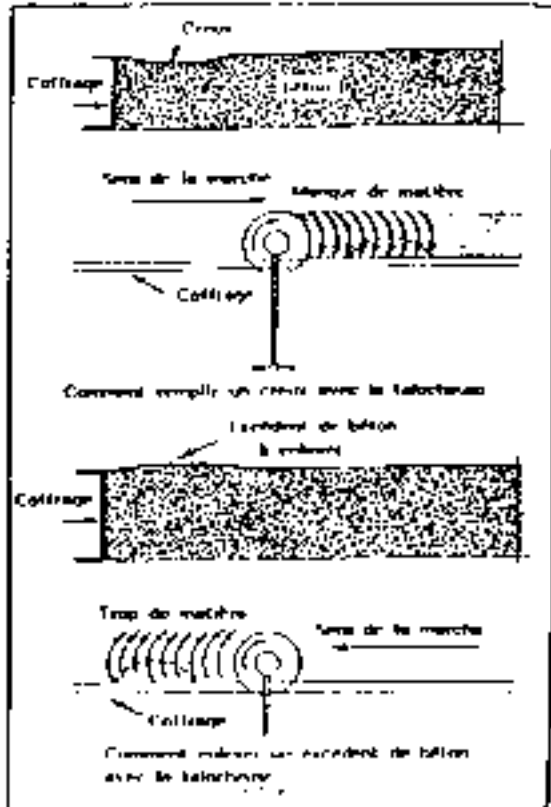

Fig. 7
- Des défauts à la surface également obliger l'opérateur à procéder différemment. Les creux et les bosses subsistant après la mise en forme peuvent être corrigés pendant le travail d'ébauche. Les trous seront remplis en tournant autour, dans le sens des aiguilles d'une montre. (VOIR Fig. 7) Pour les bosses, opérer inversement (VOIR Fig. 7)